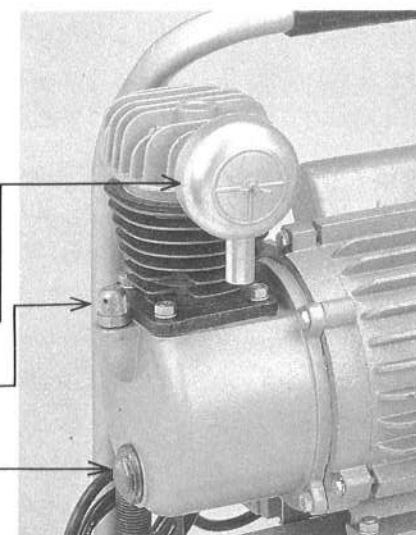

図1
- 輸送中の破損防止のため、エアフィルターケース④を本体から抜いて、袋に入れてあります。ご使用前にエアフィルターケースを必ずセットして下さい。(図1参照)
- オイル注入口のキャップには、通気穴がついています。輸送中に本機を横積みしますと、オイルがもれるおそれがあります。輸送用に穴のないキャップがついています。使用前に袋の中に入っている通気穴のあるキャップ③と交換して下さい。(図1参照)
- ④エアフィルターケース
- ③オイル注入キャップ
- ①オイル点検窓
- ①オイルの点検は、オイル点検窓◎で確認して下さい。(図1参照)
- ②オイルの適量は点検窓のセンターの●印です。(図1参照)
オイルの注入は、オイル注入キャップ®を抜いて、注入して下さい。オイルはSAE 20又は30が適しています。(図1参照)
オイルを抜くときは、オイル点検窓◎を抜いてオイルを抜いて下さい。(図1参照)